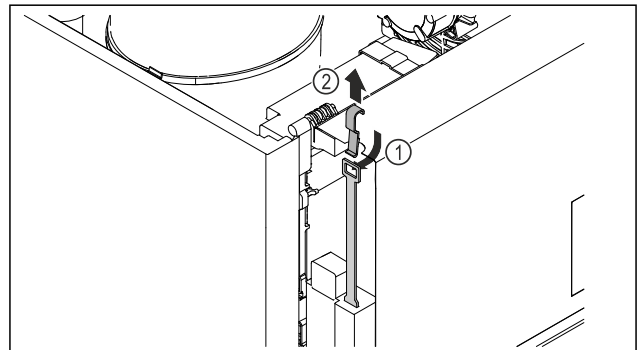

Fig. 209
- Вкарайте ключа за аварийно отключване Fig. 209 (1), закачете го за ключалката и го издърпайте нагоре Fig. 209 (2).